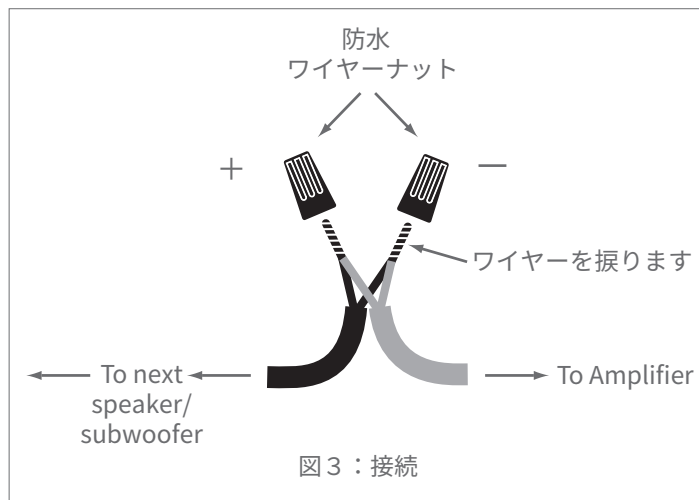

図3：接続
6. 接続には、ワイヤーコネクタか、適切なジャンクションボックスを使用します。図3をご参照ください。